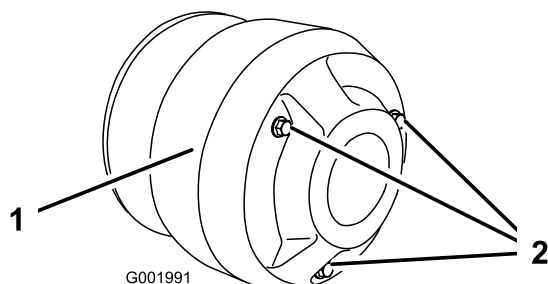

Figura 56
4. Retire los 3 pernos que fijan la cubierta al embrague, y retire la cubierta (Figura 56).